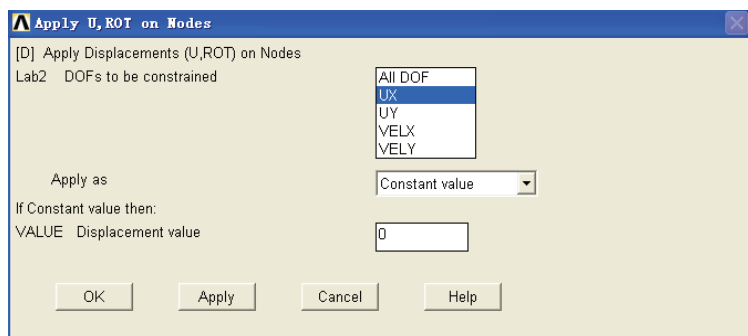

图 5-123 施加位移载荷对话框
6) 选择 Main Menu | Solution | Define Loads | Apply | Structural | Displacement | On Nodes 命令, 出现 Apply U,ROT on N 拾取菜单, 单击 Pick All 按钮, 出现 Apply U,ROT on Nodes 对话框, 在 Lab2 DOFs to be constrained 列表框中选择 UX, 在 Apply as 下拉菜单中选择 Constant value, 在 VALUE Displacement value 输入栏中输入 0, 如图 5-123 所示, 单击 OK 按钮关闭该对话框。